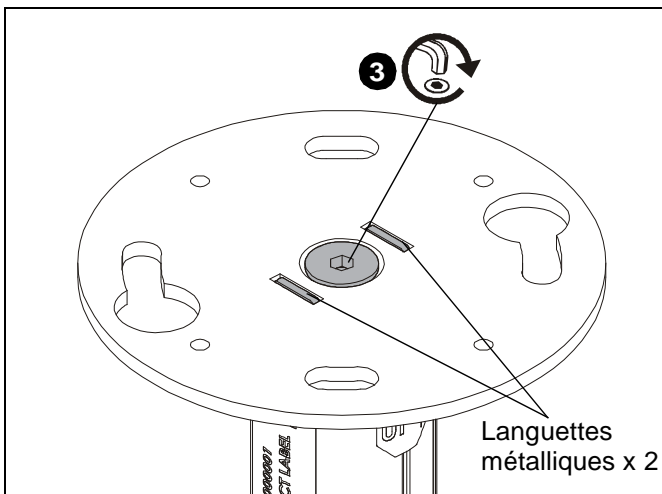

Figure 2
3. Serrez la vis sur le dessus de la plaque du CPA116 pour fixer complètement la plaque à la tige du connecteur. (Voir la Figure 2)
IMPORTANT ! : Pour assurer un raccordement sûr, assurez-vous que les languettes métalliques sont bien visibles après avoir serré le boulon. (Voir la Figure 2)